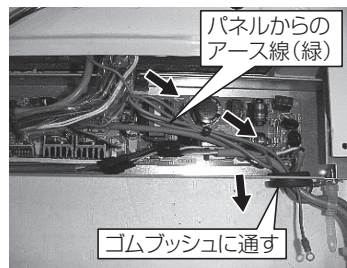

図9-1
① 昇降パネル制御箱側
- 1) パネルからのアース線を (図9-1) のように制御箱内を配線し、ゴムブッシュに通してください。